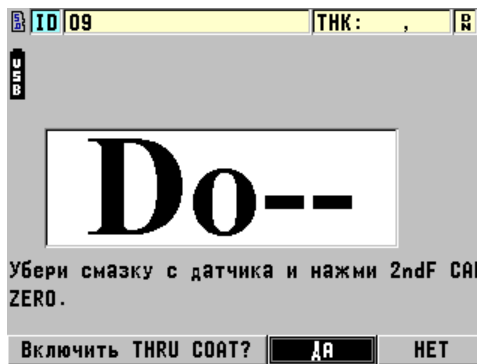

Рис. 6-6 Окно настройки THRU-COAT
4. Нажмите [2nd F], [CAL ZERO] (Do ZERO) [см. Рис. 6-6 на стр. 83].